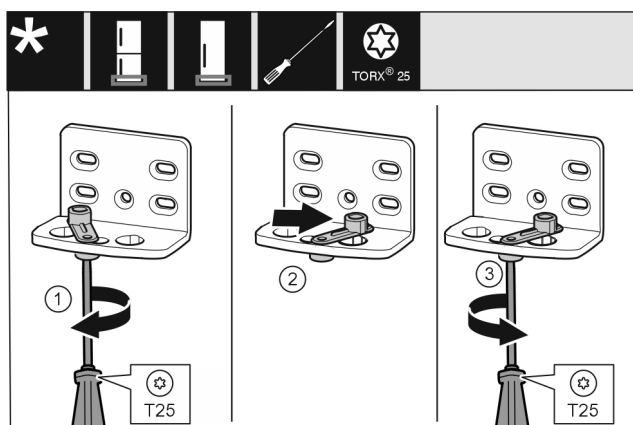

Fig. 16
- ▶ Odvijačem T25 labavo zavijte vijak. Fig. 16 (1)
- ▶ Podignite pomagalo za zatvaranje vrata i okrenite ga za 90° udesno u provrt. Fig. 16 (2)
- ▶ Odvijačem T25 čvrsto pritegnite vijak. Fig. 16 (3)